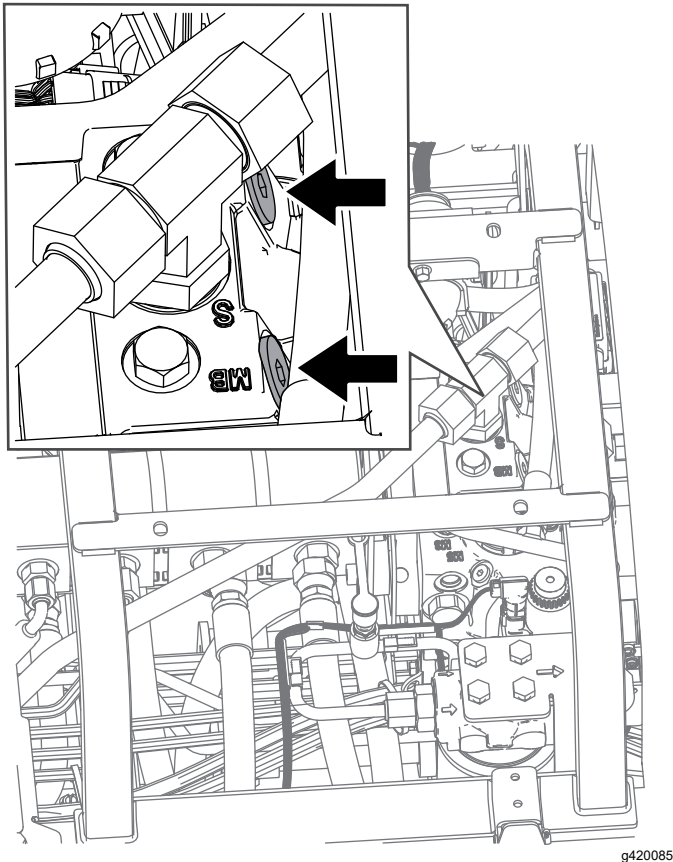

Figura 37
2. Localice la válvula de desvío, situada debajo del asiento y encima del hidrostato (Figura 37).